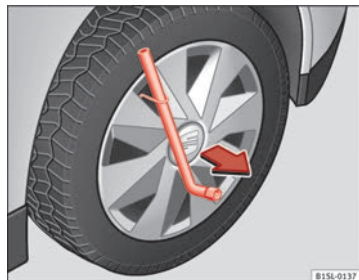

Fig. 141 Desmontar o tampão integral.
- Introduza a chave para as rodas no gancho metálico ⇒ Fig. 141 e puxe o tampão no sentido indicado pela seta.